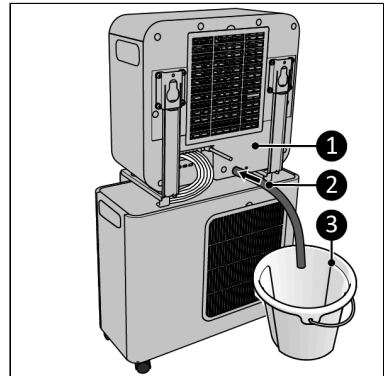

Abbildung 57.
7. Schließen Sie den Kondenswasser-Ablaufschlauch (Abbildung 57, Pos. 2) an der Rückseite des Innengeräts (Abbildung 57, Pos. 1) an.
8. Führen Sie den Kondenswasser-Ablaufschlauch (Abbildung 57, Pos. 2) in einen Eimer (Abbildung 57, Pos. 3).
2. Der Kondenswasser-Ablaufschlauch (Abbildung 57, Pos. 2) muss an der Rückseite des Innengeräts angeschlossen und in einen Eimer (Abbildung 57, Pos. 3) geleitet werden.